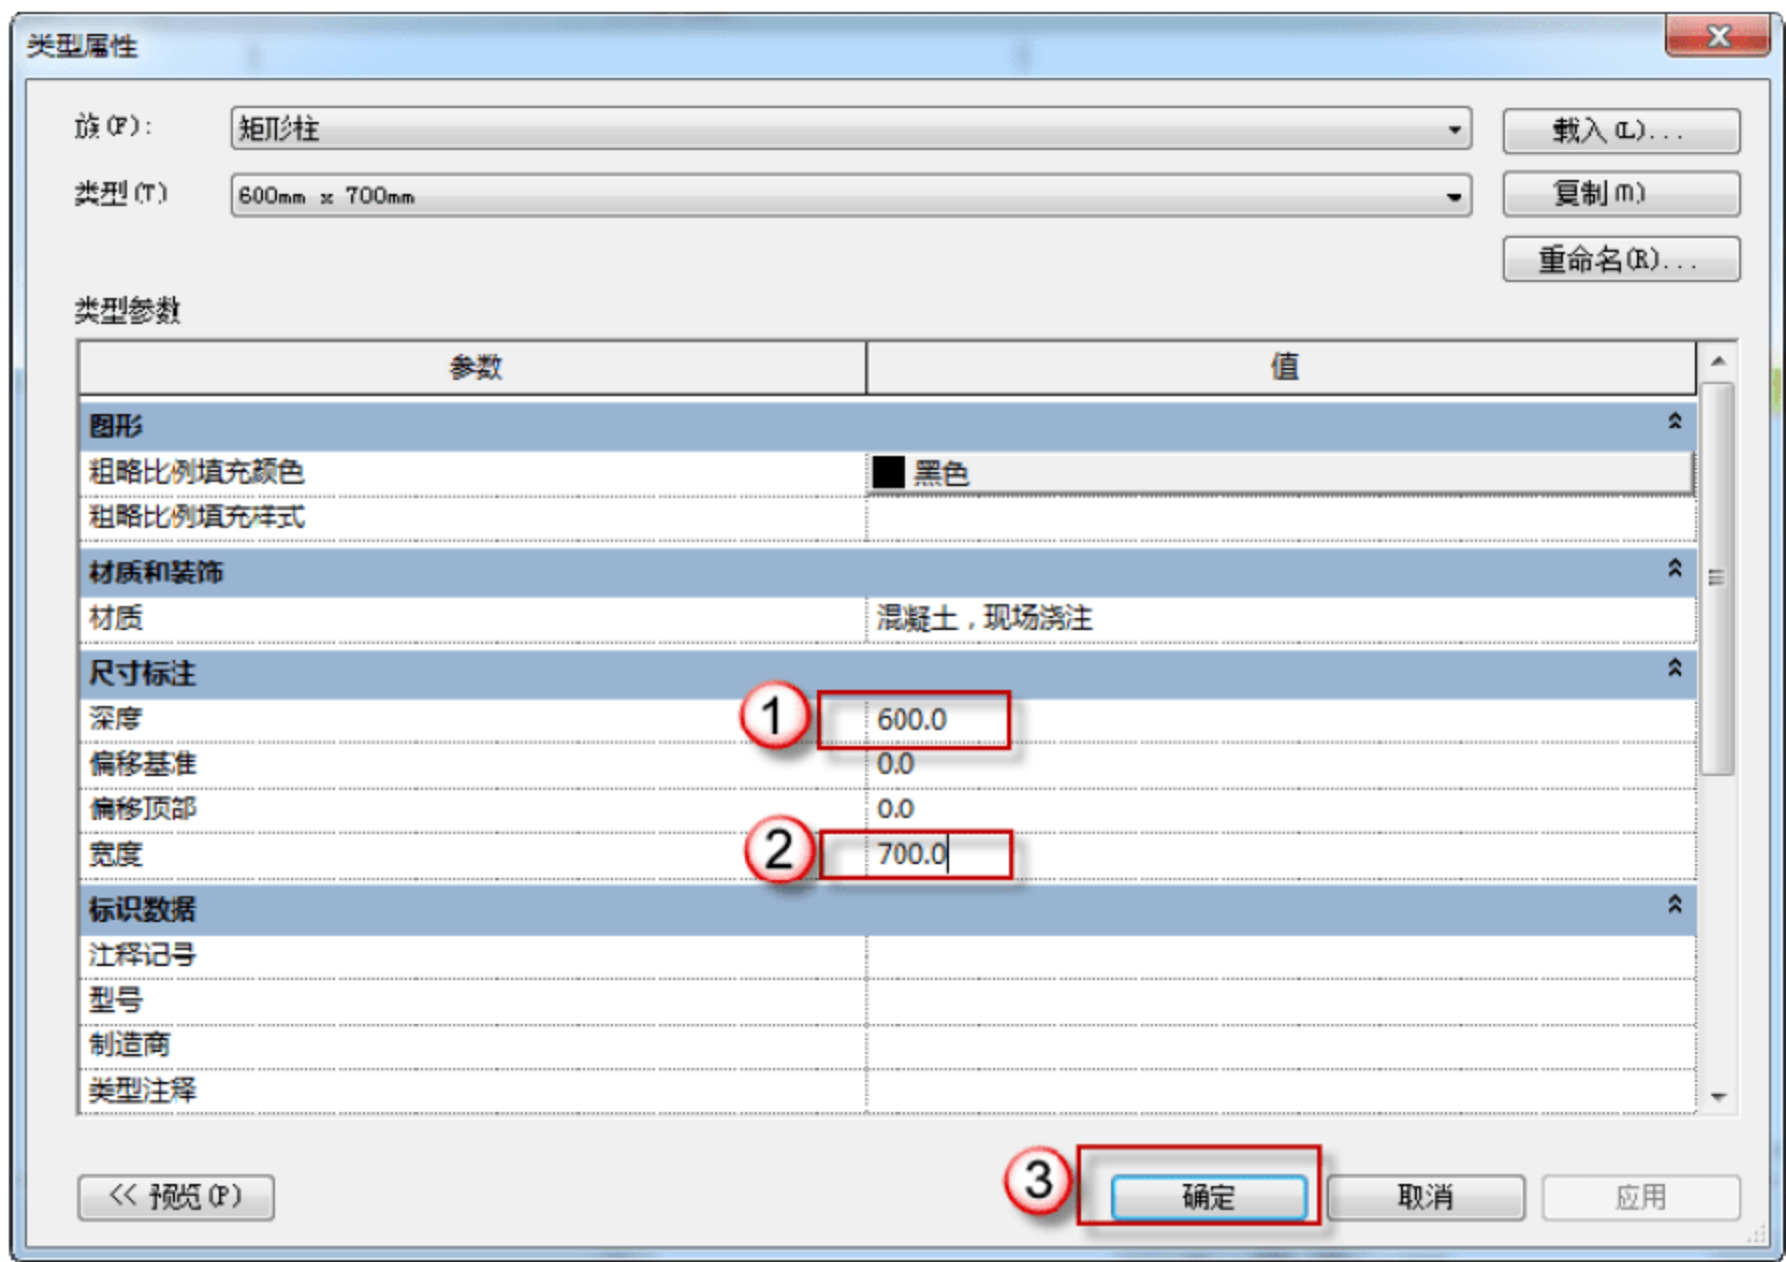

图 9.1.10 编辑柱的尺寸
(10) 编辑柱的尺寸。在返回的“类型属性”对话框中，在“深度”中输入“600”字样，在“宽度”中输入“700”字样，单击“确定”按钮，如图 9.1.10 所示。